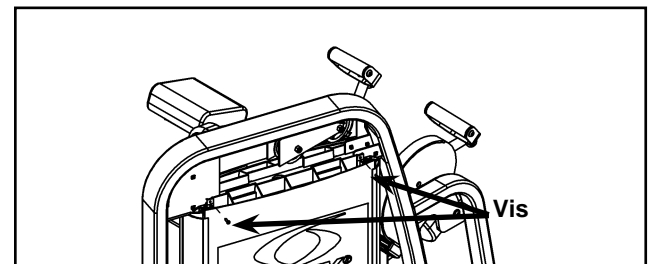

Figure 12
- B. Installez les deux vis supérieures qui fixent le capot arrière. Reportez-vous à la figure 12.